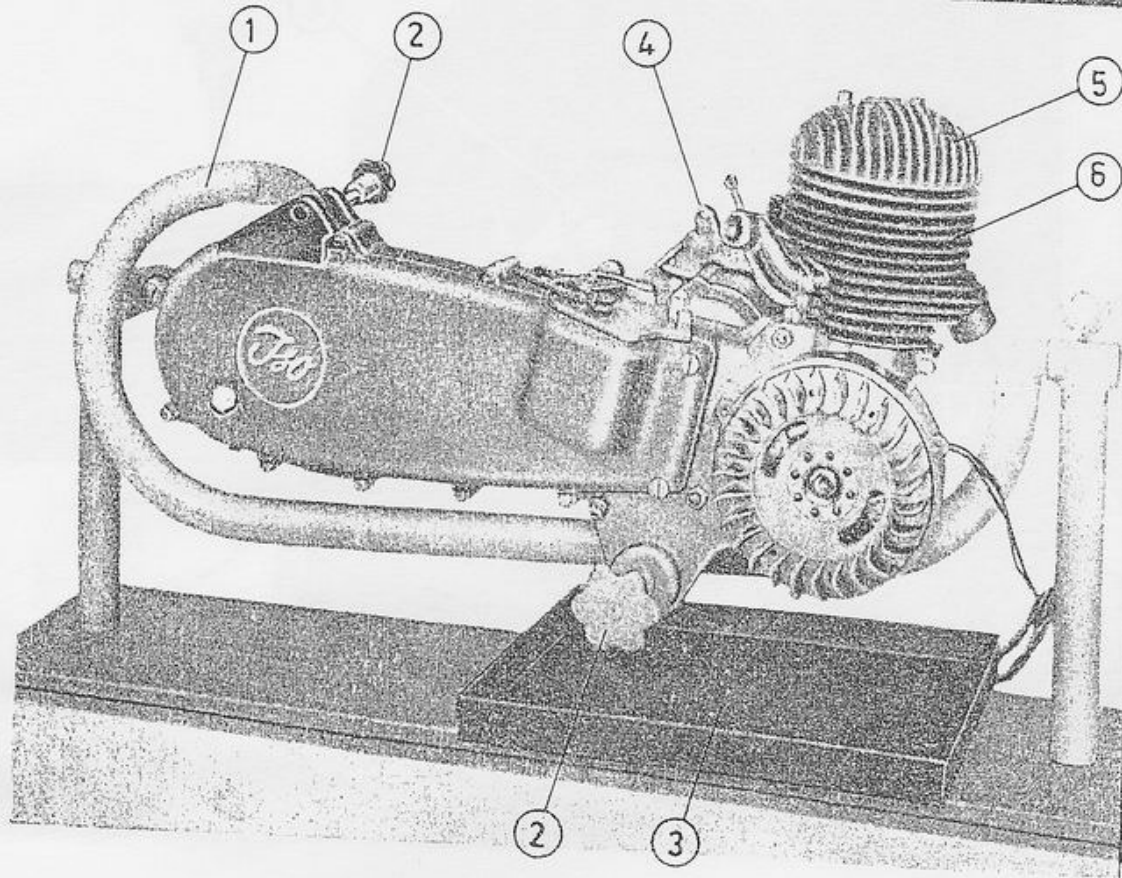

Fig. 1 - Motore fissato al cavalletto e pronto per lo smontaggio.
Sistemare il motore sul cavalletto (punto 1 - fig. 1) come illustrato in fig. 1, fissandolo lateralmente con gli appositi pomoli (punto 2 - fig. 1) usufruendo dei fori sulle orecchie di sostegno motore e di fissaggio ammortizzatore e sistemare sul piano del cavalletto una bacinella (punto 3 - fig. 1) per raccogliere l'olio quindi:
- 1°) togliere il coperchio della frizione (punto 4 - fig. 1);
- 3°) togliere la testa (punto 5 - fig. 1) del cilindro, fissata con quattro dadi, adoperando una chiave fissa a tubo da mm. 11 e la relativa guarnizione di rame-amianto;
- 4°) smontare il cilindro (punto 6 - fig. 1), sfilandolo dai quattro tiranti di fissaggio della testa;